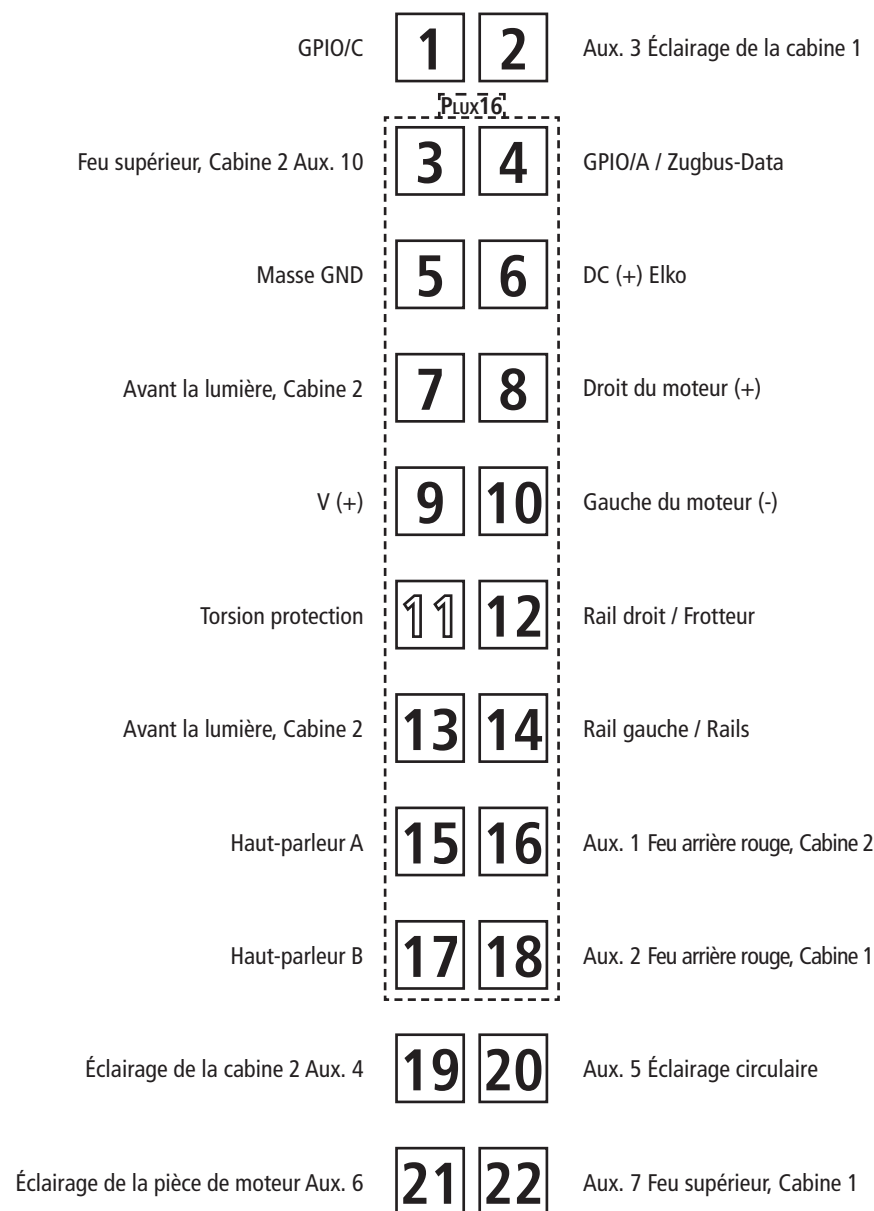

Fig. 6
3. Haftreifenwechsel: Zuerst den Getriebedeckel abnehmen (Fig. 6). Danach den **Radsatz** herausnehmen und die **Haftreifen** mit einer Nadel od. mit einem feinen Schraubendreher abziehen (Fig. 6). Beim Aufziehen der neuen Haftreifen darauf achten, dass diese sich nicht verdrehen.
3. Change of traction tyre: Remove the gear cover (fig. 6). Take out **wheel set** and remove **traction tyre** using a pin or a fine screwdriver (fig. 6). When pressing on the new traction tyre please **avoid twisting it**.
1. Nettoyage des lames de courant aux roues: Les lames de contacts risquent de s'encrasser rapidement sur des voies poussiéreuses. Veuillez **enlever la poussière** aux endroits marqués à la fig. 6 à l'aide d'un petit pinceau souple.
3. Échange des bandages d'adhérence: Démontez d'abord le **couvercle du carter des engrenages** des engrenages (fig. 6). Délogez ensuite les essieux bandagés et enlevez, à l'aide d'une aiguille ou d'un tournevis fin, les bandages d'adhérence (fig. 6). Lors du montage des nouveaux bandages veuillez veiller à ce que les bandages **ne soient pas tordu**.